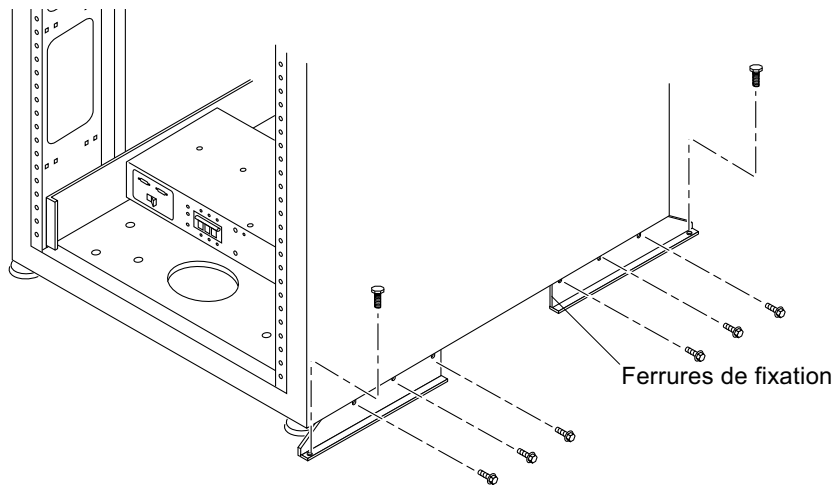

FIGURE 2-6 Vissage des ferrures de fixation
2. A l'aide d'une clé de nivellement 7/16 po, vissez les ferrures de fixation à l'avant et à l'arrière du système de stockage (FIGURE 2-6).